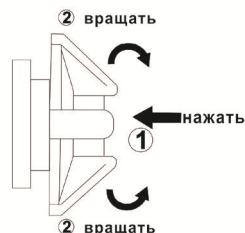

рис. 5
6.1 Наденьте маску на голову. Нажмите регулирующую ручку вниз (в заднем положении головы), одновременно вращая ее против часовой стрелки, чтобы увеличить длину окружности головного обруча, или по часовой стрелке, чтобы уменьшить длину окружности головного обруча (рис. 5).